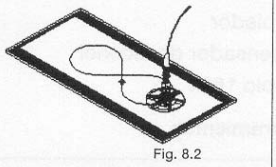

Fig. 8.2
12. Pulido fino: introduciendo la ferrule (cabezal) del conector en el disco de pulido y deslizarlo suavemente con movimientos en forma de "8", utilizando una hoja de 1 µm y posteriormente otra de 0,5 µm (fig. 8.2).